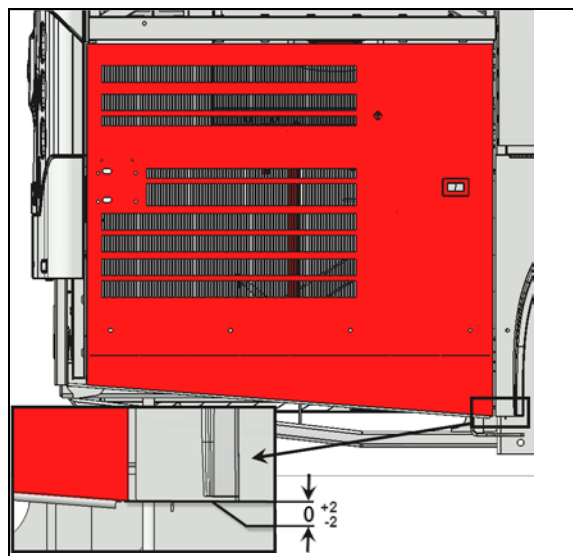

FIGURE 112:
3. Le coin inférieur droit de la porte doit être à la même hauteur que le coin inférieur gauche de l'aile arrière. La porte devrait affleurer l'aile (Figure 112:).